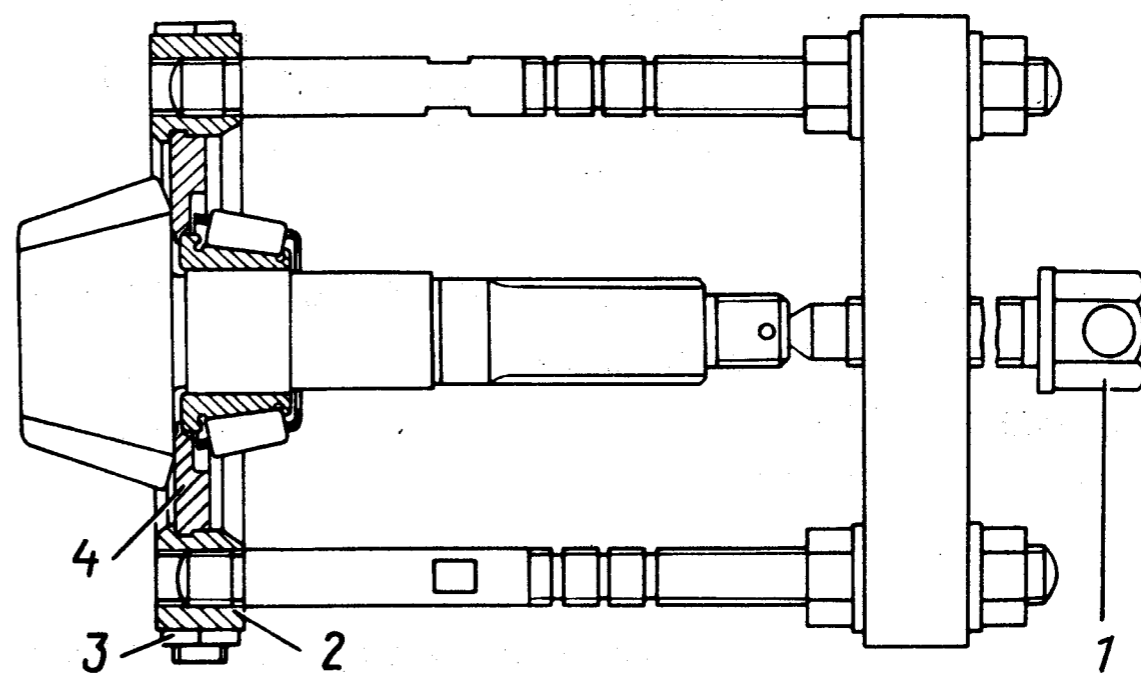

Рис. 124. Снятие подшипника с ведущей шестерни главной передачи:
5. Отвернуть гайку крепления фланца ведущей шестерни, снять фланец, вынуть ведущую шестерню внутрь картера. Большой подшипник ведущей шестерни снимают съемником 7823-6087, собранным вместе со вкладышем 7823-6100, как показано на рис. 124. Для того, чтобы заплечики вкладыша 4 плотно входили между обоймой подшипника и шестерней следует опоры 2 сжать болтами с гайками 3. Выпрессовать подшипник вращением винта 1.
Со старой ведущей шестерни следует спрессовать внутреннее кольцо большого подшипника, применяя специальный съемник (рис. 124). Если подшипники ведущей шестерни пригодны для эксплуатации, то собирают новую шестерню со старыми подшипниками и регулировочными кольцами, а затем проверяют преднатяг подшипников 7 и 8 (см. рис. 130).